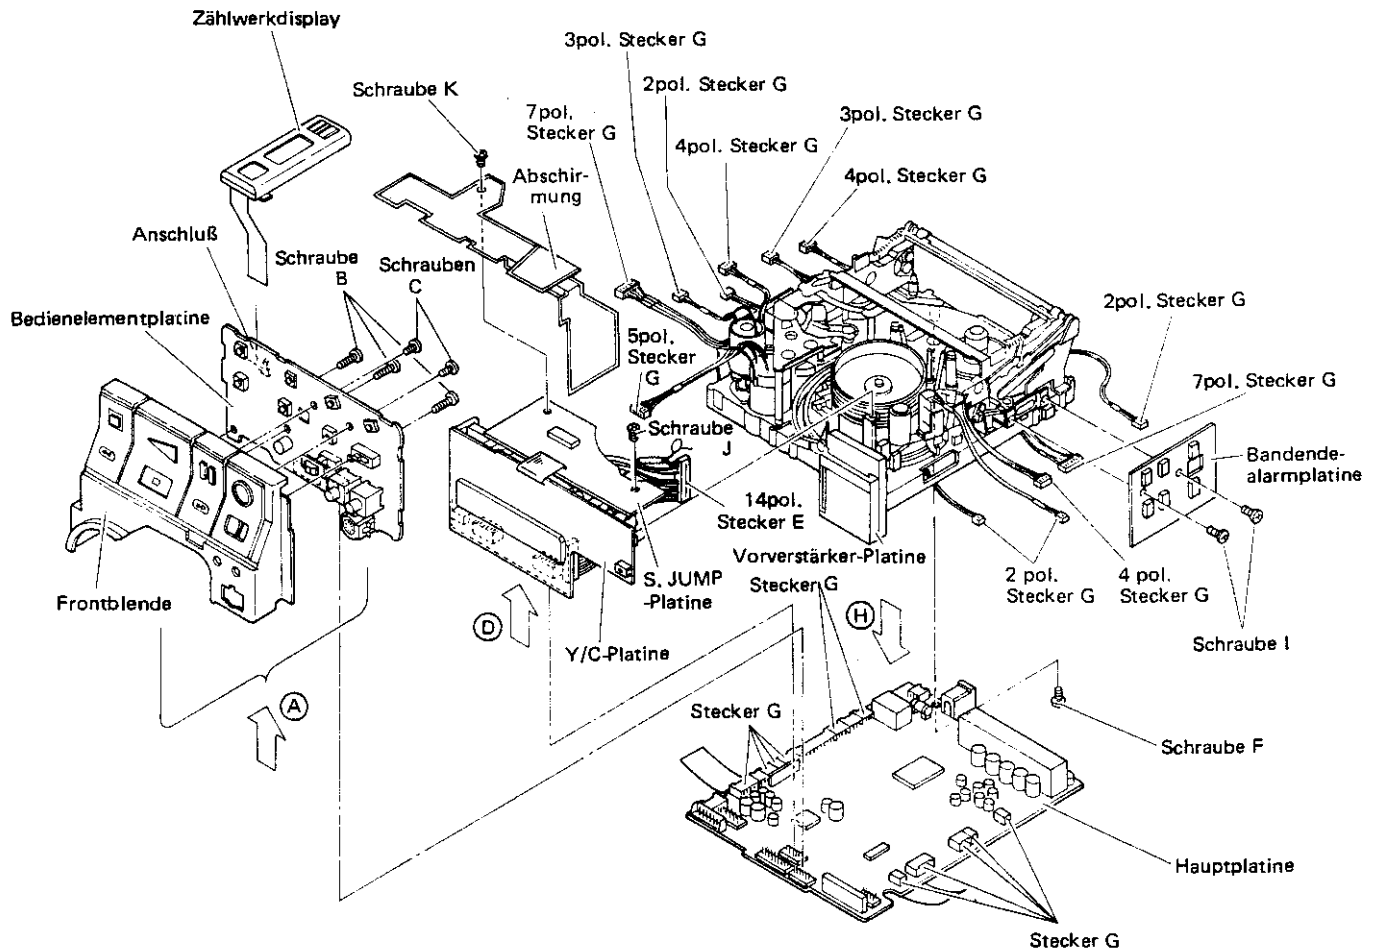

Abb. 1-2-1 (A)
- 1 Unter Bezugnahme auf Abb. 1-2-1 die Frontblende in Pfeilrichtung (A) abnehmen. Zum Abbau der Bedienelementplatine die drei Schrauben B und zwei Schrauben C entfernen. Hierbei besonders auf Drucktasten der Frontblende achten.
2. Die Schrauben J und K entfernen und Abschirmung die abnehmen. Dann S. JUMP-Platine und Y/C-Platine in Richtung (D) abnehmen und den an der Vorverstärkerplatine angeschlossenen Stecker E abziehen.
3. Schraube F entfernen. Das die Hauptplatine sichernde Klebeband abziehen. Die 12 Stecker G abziehen und die Hauptplatine in Richtung (H) abnehmen.